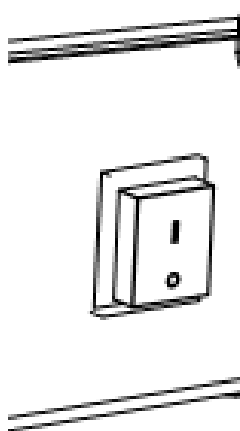

Abb. 2.
- a. Drehen Sie den Netzschalter auf Position I und überprüfen Sie, ob der Ventilator ordnungsgemäß anläuft. (Abb. 2.)